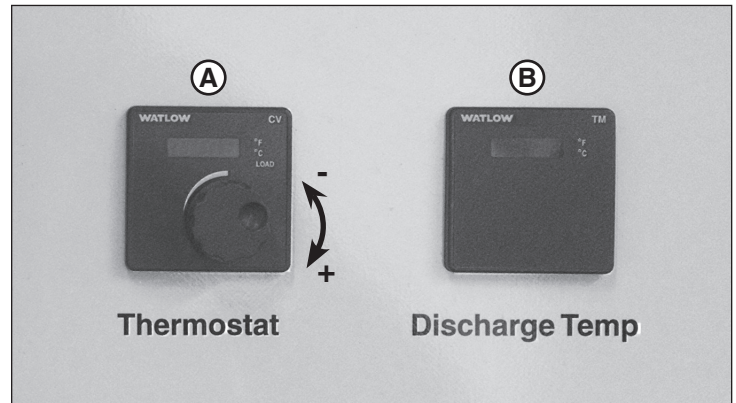

Figure 21
3. Ajuster le thermostat (**A**, Figure 21) au réglage de température le plus bas (10 SDgrC (50 SDgrF)).
7. Surveiller la température d'évacuation (**B**, Figure 21). Selon la température de l'air ambiant, plusieurs minutes peuvent s'écouler avant que la température d'évacuation atteigne la température cible.